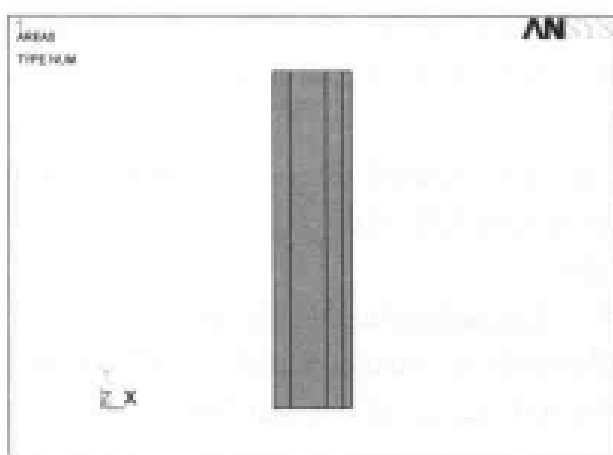

图 9-52 生成的几何模型结果显示
(5) 选择 Utility Menu | Plot | Area 命令, ANSYS 显示窗口显示所生成的几何模型, 如图 9-52 所示。